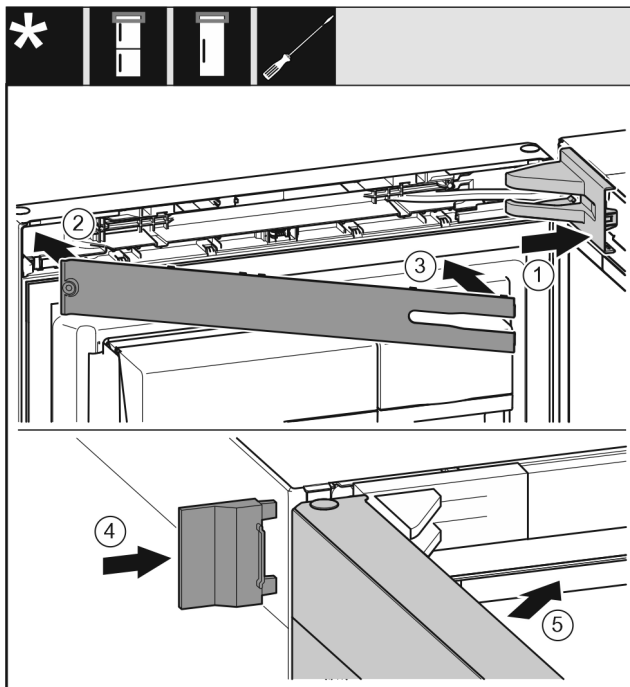

Fig. 26
- ▶ Установите и зафиксируйте крышку опорного кронштейна Fig. 26 (1), при необходимости осторожно разожмите ее.
- ▶ Установите накладку Fig. 26 (2).
- ▶ Подведите и защелкните накладку Fig. 26 (3).
- ▶ Надвиньте внешнюю крышку Fig. 26 (4).
- ▶ Закройте верхнюю дверь Fig. 26 (5).